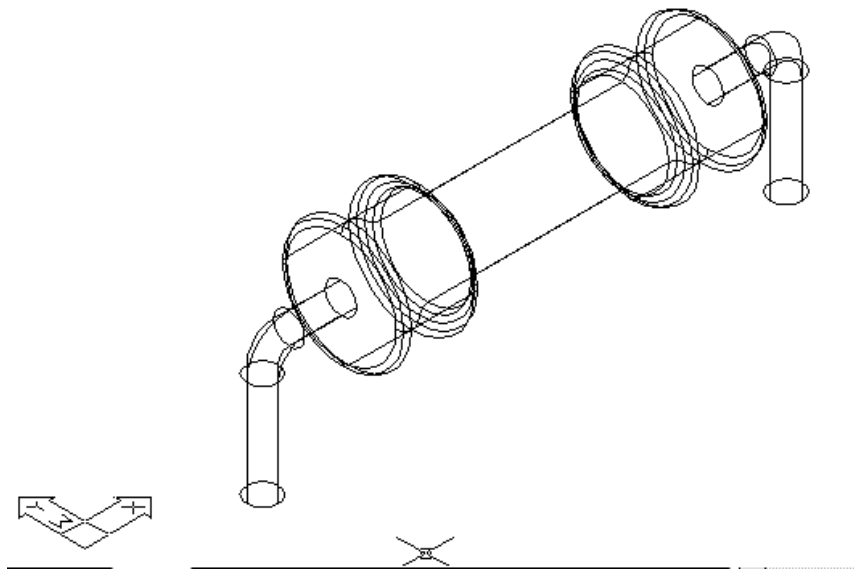

Рис.29
12. Повернуть оси системы координат, как показано на рис. 29.